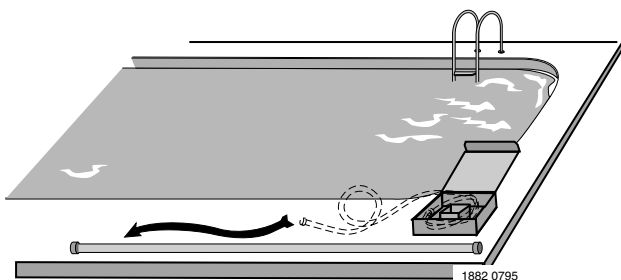

Figure 2
Étape 2 : Redresser le tuyau (Figure 2)